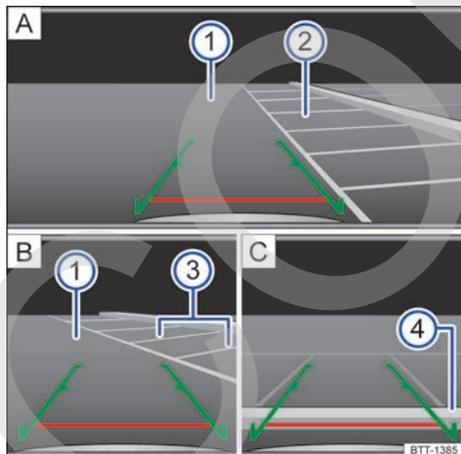

Fig. 102 Visualización del display del sistema de radio: estacionar con la cámara de marcha atrás.
- Colocar el vehículo delante de la plaza de estacionamiento → fig. 102 ② A.
- Conducir hacia atrás lentamente y maniobrar de modo que las guías verdes laterales conduzcan entre las líneas de delimitación de la plaza de estacionamiento seleccionado ② A.
- Alinear el vehículo en la plaza de estacionamiento seleccionada de modo que las guías verdes laterales queden sobre las líneas de límite lateral ③ B.
- Detener el vehículo cuando la línea roja alcance el límite trasero ④ C. <
Leyenda para fig. 102: